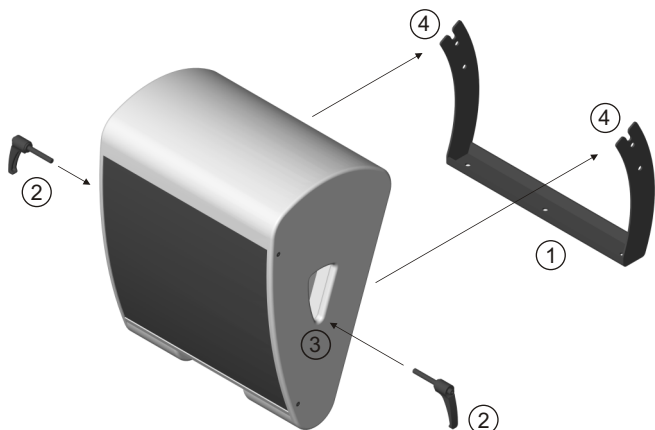

Bild Nr.1 - M3 auf Stativ
**Bild Nr.1:** Zuerst die beiden M10 x 60 mm Klemmhebel (Pos.2) in die dafür vorgesehenen M10 Aufnahmepunkte (Pos.3) innerhalb der Griffschalen einschrauben. Anschließend den Lautsprecher in die Gabel des M3 Aufnahmebügels einhängen (Pos.4), den Winkel einstellen und die Klemmhebel fest anziehen.